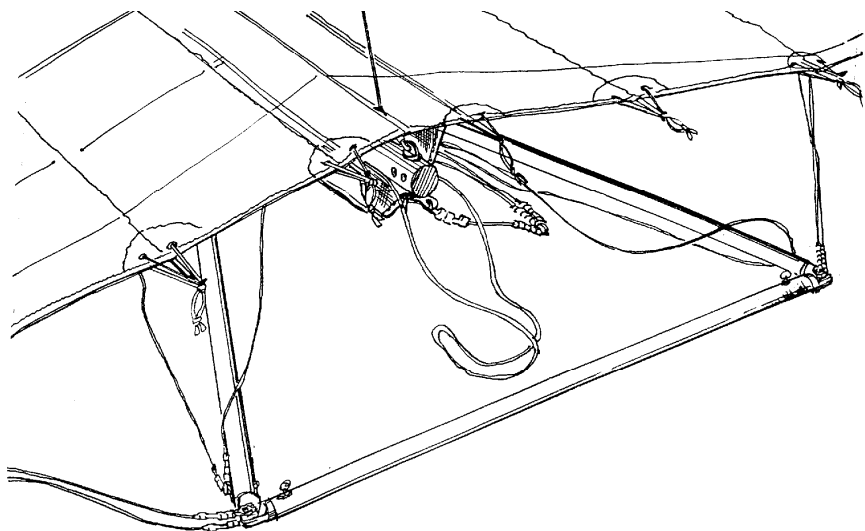

Рис.17
2.2.12. Воспользуйтесь монтажным шнуром для того, чтобы взвести поперечину. Монтажный шнур находится внутри килевого кармана и прикреплен к центральному тросу. Болт центрального троса вставляется в соответствующее отверстие на килевой трубе. Центральный трос фиксируется гайкой и контрольным кольцом. (Рис.17, 18). После взведения и фиксации поперечины с коуша троса снимается карабин монтажного шнура и снимается сам шнур.